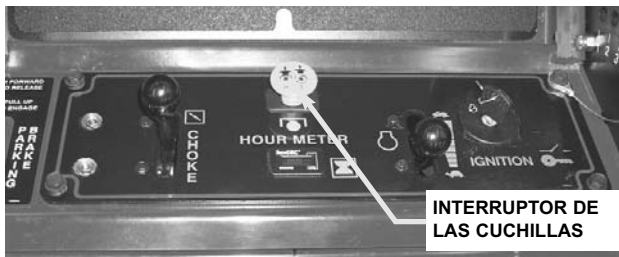

FIGURA 3.2
3.1.4. Revise el interruptor de las cuchillas para asegurarse de que funciona libremente. Vea la figura 3.2.
3. Empuje el interruptor de las cuchillas a la posición de desactivado, posición de cuchillas desengranadas y aplique el freno de estacionamiento. Vea la figura 3.2.
2. Tire el interruptor de las cuchillas hacia arriba a la posición de activado ("ON") para engranar las cuchillas de la cortadora. Vea la figura 3.2.